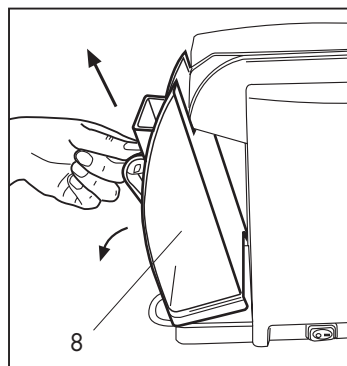

Fig. 1
• Extraire le réservoir (8) en le faisant pivoter vers l'extérieur et en le levant vers le haut (**Fig. 1**).